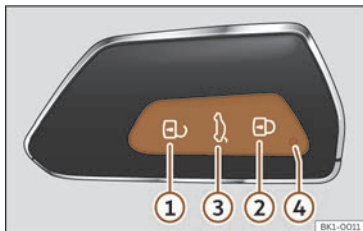

Fig. 68 Clé du véhicule.
Lorsque vous appuyez brièvement sur un bouton de la clé du véhicule, le témoin clignote ④ >>> fig. 68 une fois brièvement, mais si vous appuyez plus longtemps, il clignotera plusieurs fois, par exemple, lors de l'ouverture de confort.